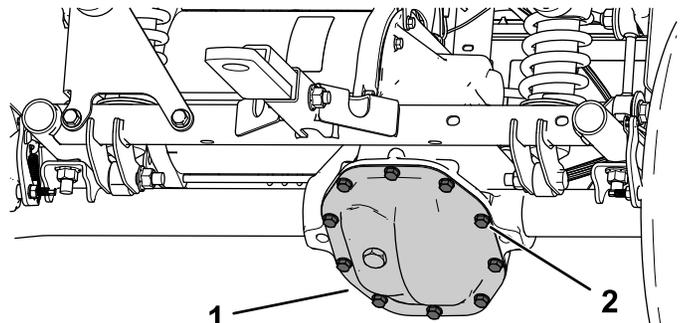

Figura 54
1. Coloque un recipiente de vaciado debajo de la cubierta del transeje (**Figura 54**).
2. Retire los pernos de la cubierta del transeje y vacíe el fluido completamente (**Figura 54**).